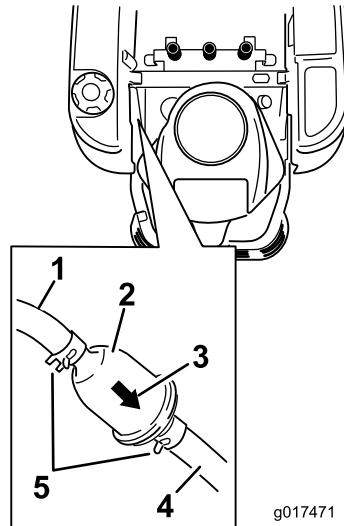

Figura 37
3. Localice el filtro de combustible en el lado izquierdo del motor, según se muestra en Figura 37.
4. Apriete los extremos de las abrazaderas y deslícelas por el tubo alejándolas del filtro (Figura 37).
6. Instale un filtro nuevo – la flecha que indica el sentido de flujo debe apuntar hacia el motor. Acerque las abrazaderas al filtro (Figura 37) para sujetar éste.